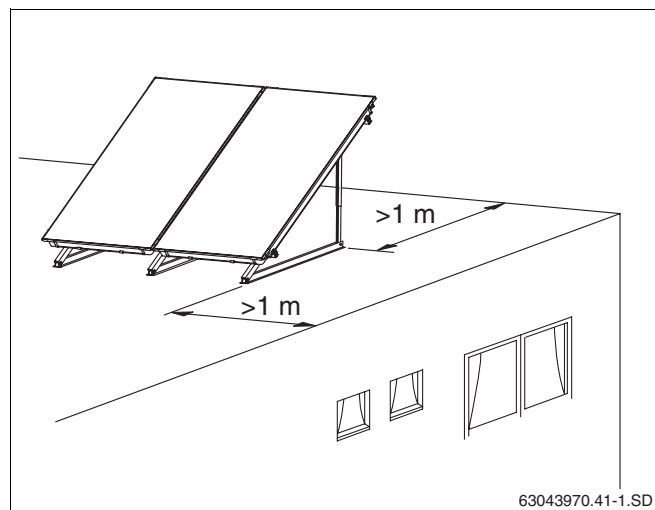

Fig. 15 Distanza dal bordo del tetto
- E' importante prevedere, già prima del montaggio, una distanza di almeno un metro fra i telai di sostegno per tetto piano e il bordo del tetto stesso (fig. 15).